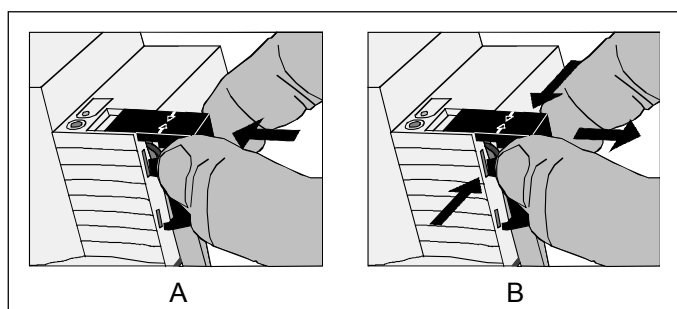

Рисунок 5: Установка / снятие защитного кожуха
- Установка защитного кожуха: Защитный кожух заводится за шинные клеммы (см. рис. 5.A), и фиксируется защелкиванием.
- Удаление защитного кожуха: Удаление защитного кожуха производится легким нажатием на него сбоку, и затем – вытягиванием его на себя (см. рис. 5.B).